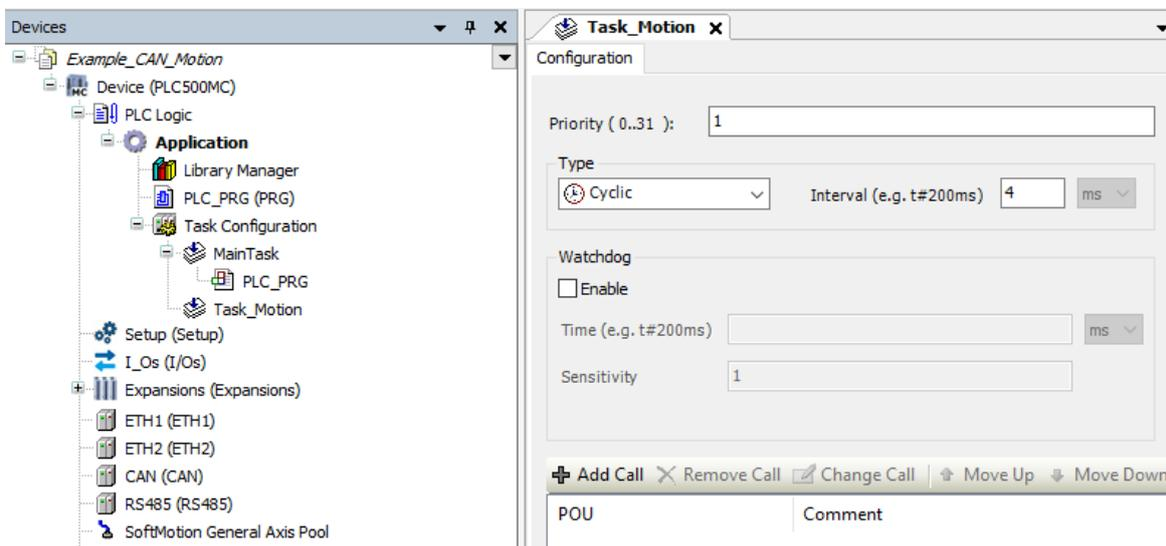

Figura 6.1: Configuraciones de prioridad.
- Agregue una nueva tarea responsable por el control de movimiento (**Motion_Task**) nesta aplicação. Aplique as configurações da Figura 6.1.